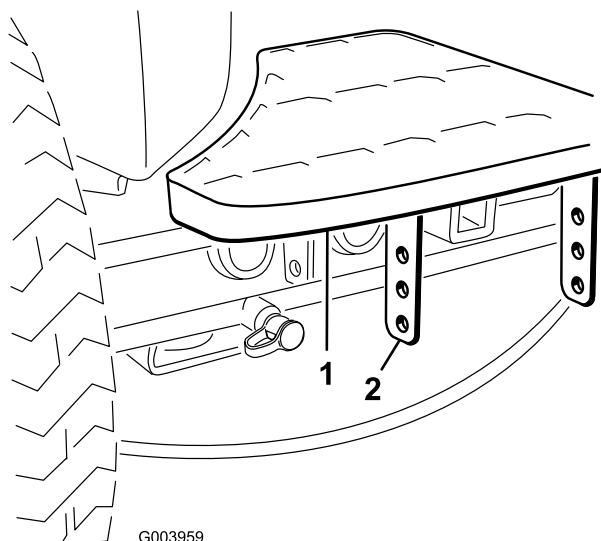

Figura 2
1. Retire os 2 parafusos e porcas que prendem os suportes do degrau à estrutura da unidade de tracção (Figura 2).